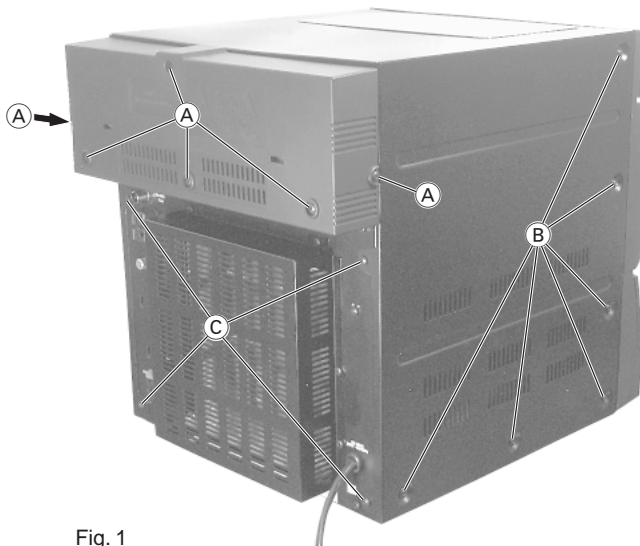

Fig. 1
- 6 Schrauben **A** (Fig. 1) der CD-Gehäuseabdeckung herausschrauben und Abdeckung abnehmen.
- Je 6 Schrauben **B** (Fig. 1) der Gehäuseseiten und 4 Schrauben **C** (Fig. 1) herausschrauben und Blechabdeckung abnehmen.
- Undo 6 screws **A** (Fig. 1) of the cover of the CD cabinet and remove it.
- Undo 6 screws **B** (Fig. 1) on each side of the sheet metal casing and 4 screws **C** (Fig. 1) and remove the casing.